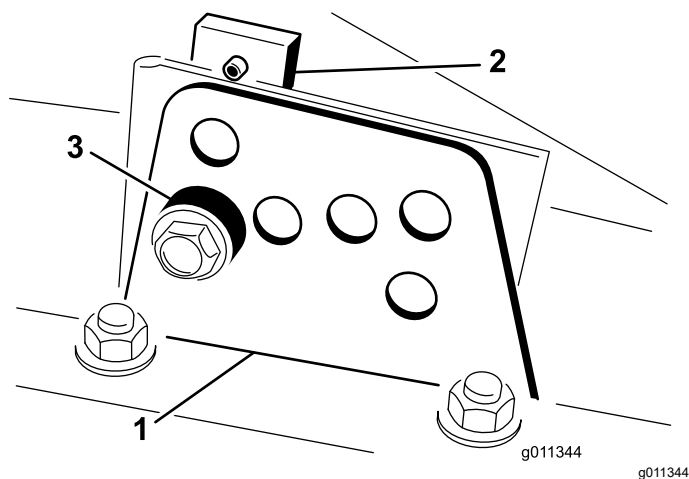

図 22
2. 図22のように、各刈り高ブラケットを刈り高プレート前と右と左に固定しているボルトをゆるめる。
4. チェンバを支えておきながらスペーサを取り外す 図 22。